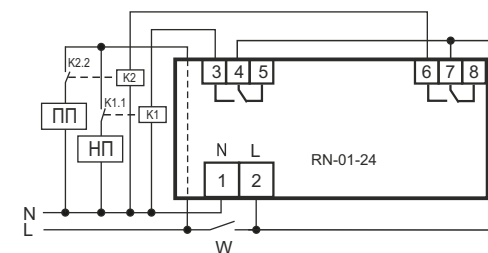

Рис.3 Схема подключения нагрузок более 5кВт на канал к устройству
8.3. В случае, если мощность нагрузки более 3,5 кВт на каждый канал, то нагрузка подключается к изделию через контакторы соответствующей мощности и проводом соответствующего сечения (см. рис.3). При таком подключении устройство контролирует суммарное потребление тока до 100А.